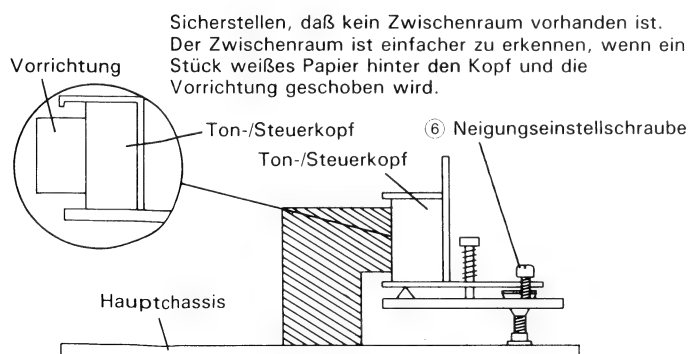

Abbildung 1-22.
6. Den Ton-/Steuerkopf-Neigungswinkel gemäß Abb. 1-22 einstellen.
2. Den Neigungswinkel des Ton-/Steuerkopfes gemäß Abb. 1-22 einstellen.